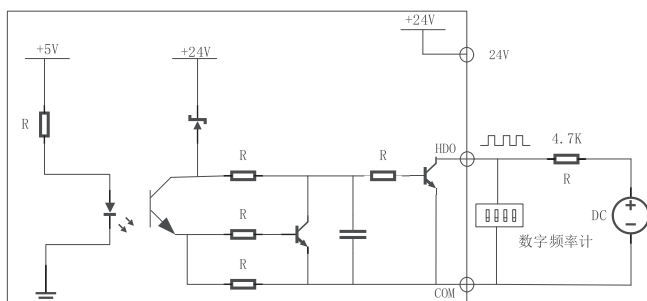

图4-4-4 输出端子HDO连接方式2
- (2) HDO用作数字脉冲频率输出，也可使用外部电源，接线方式如图4-4-4所示：